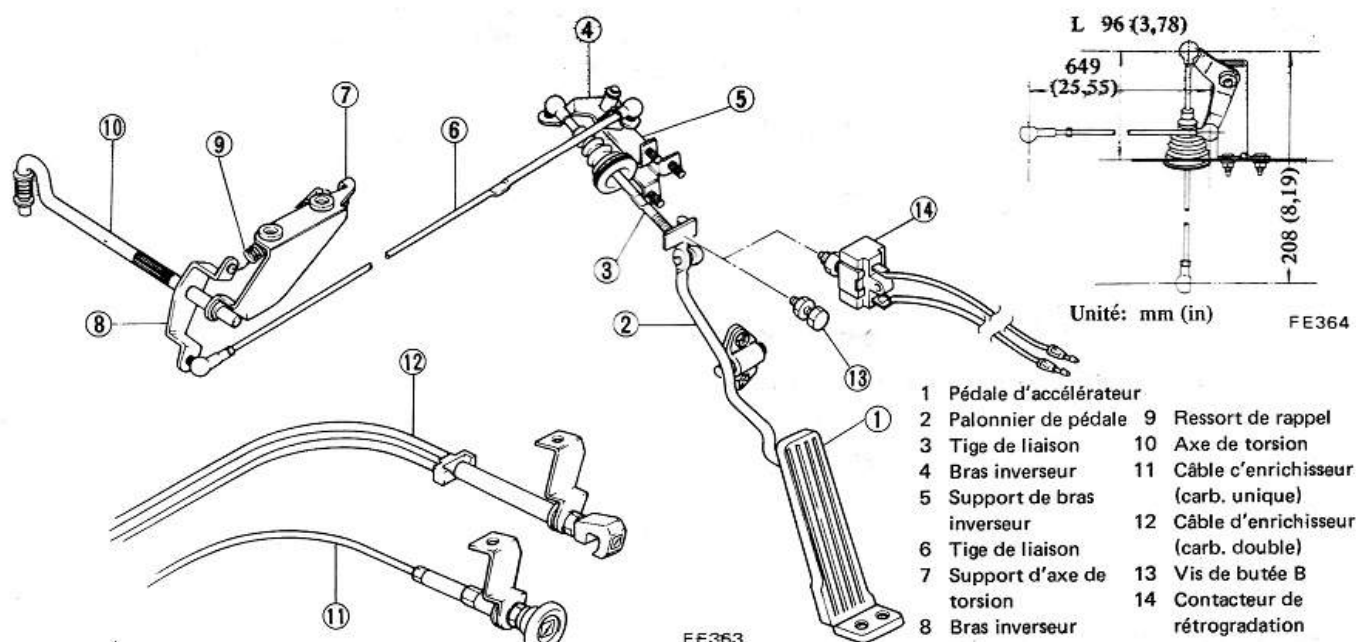

Fig. FE-3 Commande du carburateur (conduite à droite)
2. Equipement sur modèles à conduite à droite (voir figures FE-3 et FE-4):